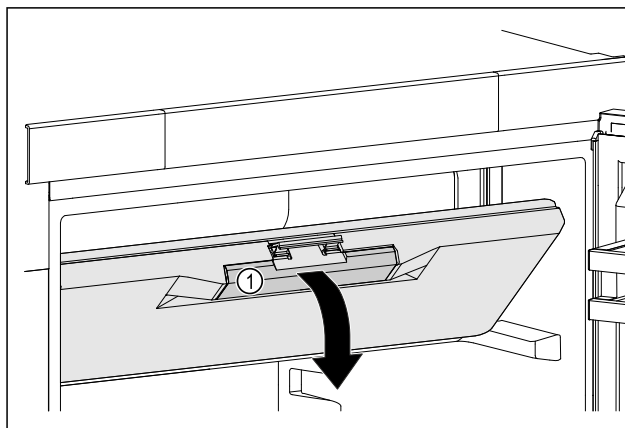

Fig. 43
- ▶ Šaldiklio stalčiaus duris suimkite už suėmimo įdubos Fig. 43 (1).